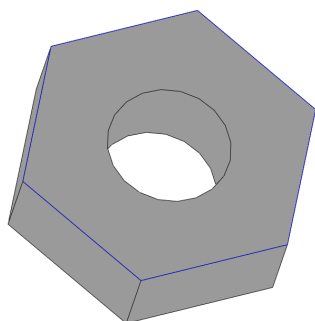

图 7-21 组合曲线对象
(4) 单击【确定】按钮，即可组合曲线对象，如图 7-21 所示。